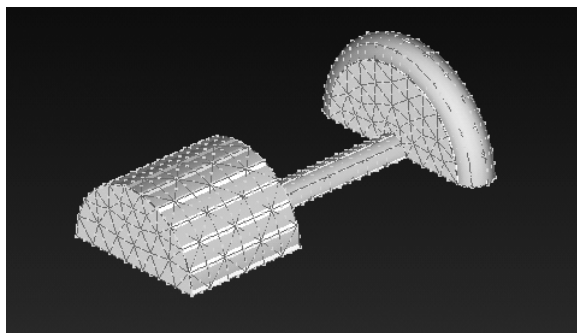

图 5-99 CFD 与 FEA 网格
2) 在结构分析中画出适合的有限元网格。网格的密度或类型不必与 Autodesk CFD 网格相同。只有 FEA 分析所用的区域需要划分网格，如图 5-99 所示。